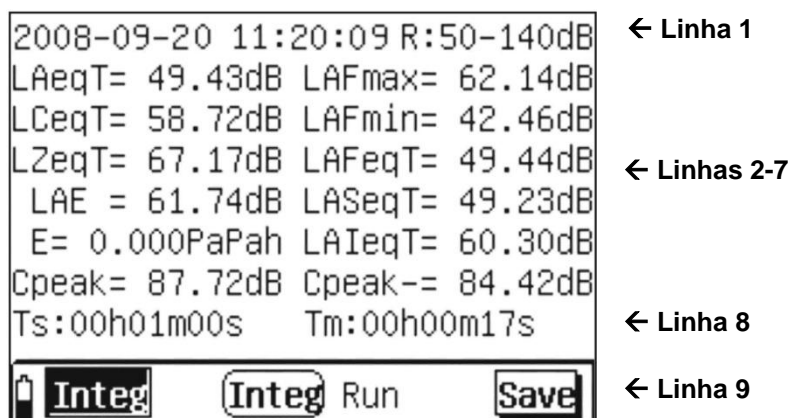

Fig. 21: Ecrã com os valores integrados da análise Integral
5. Premir o botão  para activar a medição de Integração. O instrumento mostra, automaticamente, o ecrã dos valores integrados (ver Fig. 21) e a mensagem "Run" aparece no display.